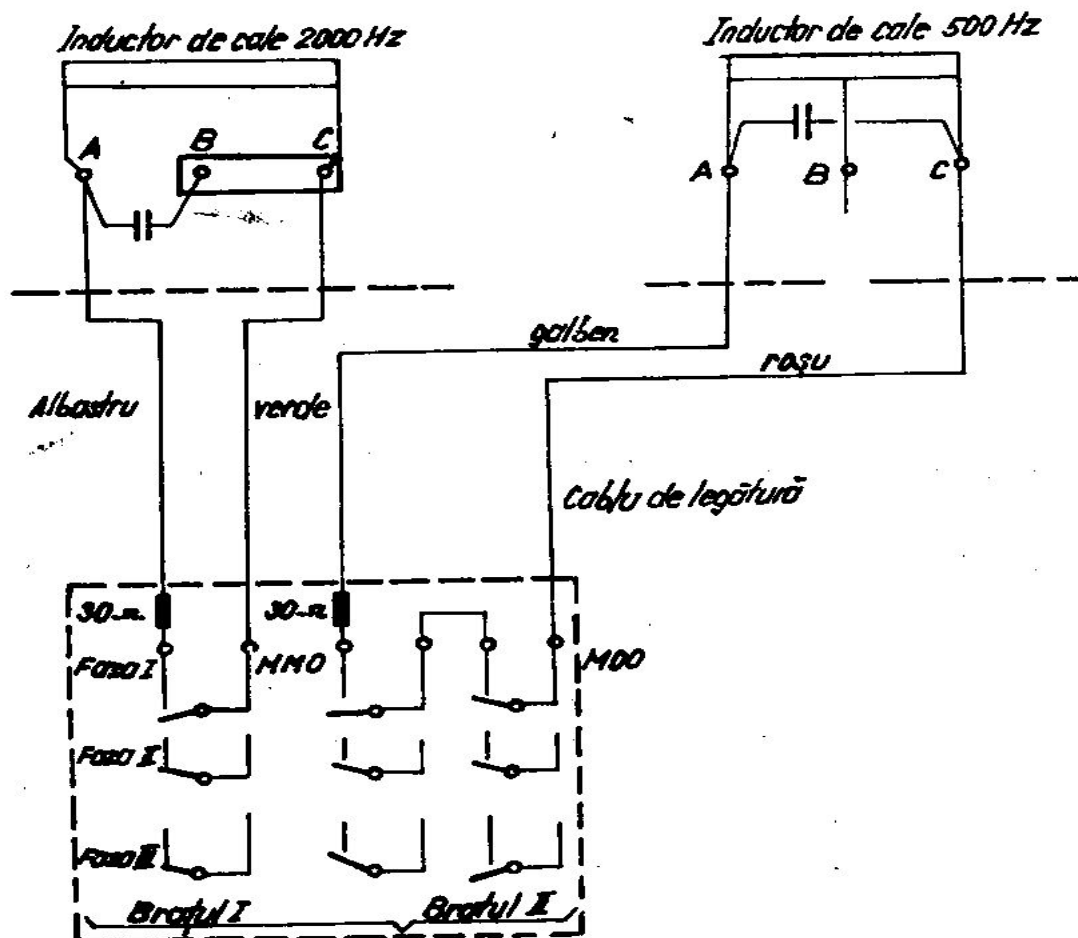
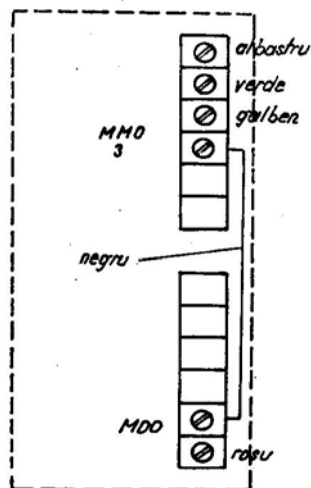

Fig. 41 Schema electrică și conectarea la semaforul de intrare cu două brațe, echipat cu inductoare de cale de 2000 Hz și de 500 Hz
Fig. 42 Executarea conexiunilor în contactor
g) Semaforul de intrare cu două brațe, echipat cu inductoare de cale de 2 000 Hz și de 500 Hz (fig. 41 și fig. 42).